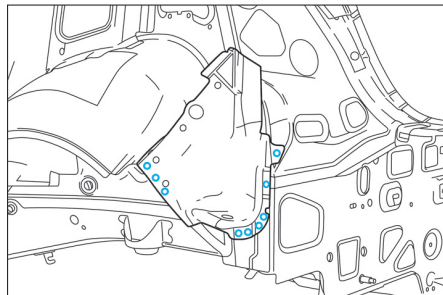

FIG. 79
- Déposer, par perçage, l'extension de passage de roue externe (Fig.79).